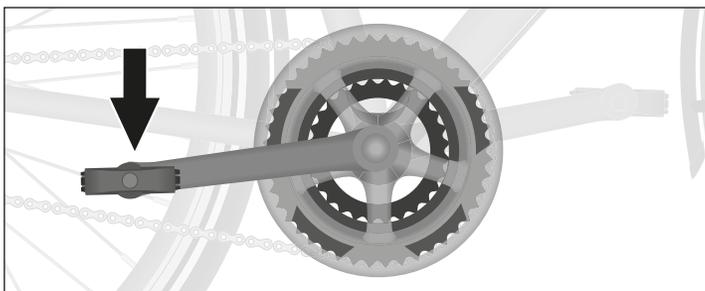

Abb.: B-2 Betätigung der Rücktrittbremse (exemplarisch).
- Zum Bremsen treten Sie den Pedaltrieb rückwärts (siehe Abb.: B-2).